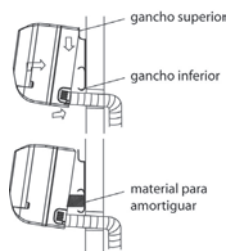

Ilustración 9
4.3. La instalación de la tubería puede ser realizada levantando la unidad interior con un material que amortigüe entre la unidad interior y la pared. Quitar este material al terminar la instalación. (Ilustración 9)